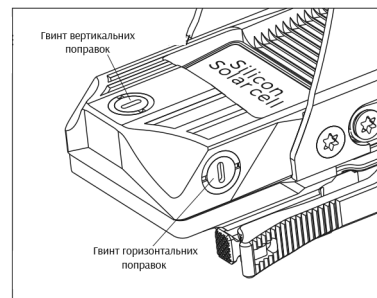

Рис. 7
2. Гвинт вертикальних поправок розташований у верхній задній частині прицілу, а гвинт горизонтальних поправок — з лівого боку корпусу. Налаштування здійснюється за допомогою ключа, що входить у комплект, шляхом його вставлення в паз регулювального гвинта та обертання. (див. рис. 7).